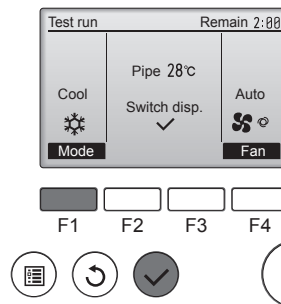

Fig. 5-5
① กดปุ่ม **[F1]** เพื่อไปยังโหมดการทำงานตามลำดับการ "ทำความเย็น" และ "ทำความร้อน" (Fig. 5-5)